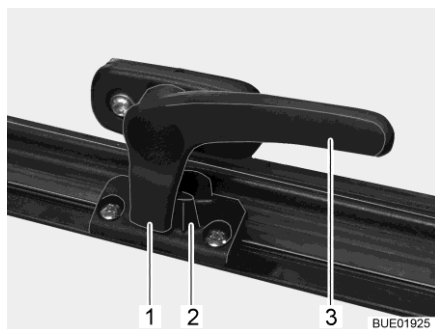

Fig. 11 Leva di serraggio in posizione "Chiuso"
- Ruotare la leva di serraggio (Fig. 11,3) di un quarto di giro verso il centro della finestra.
- Ruotare la leva di serraggio (Fig. 11,3) di un quarto di giro verso il telaio della finestra. Il nasello di chiusura (Fig. 11,1) si trova sul lato interno della chiusura della finestra (Fig. 11,2).
- In posizione "Completamente chiusa" (Fig. 11).